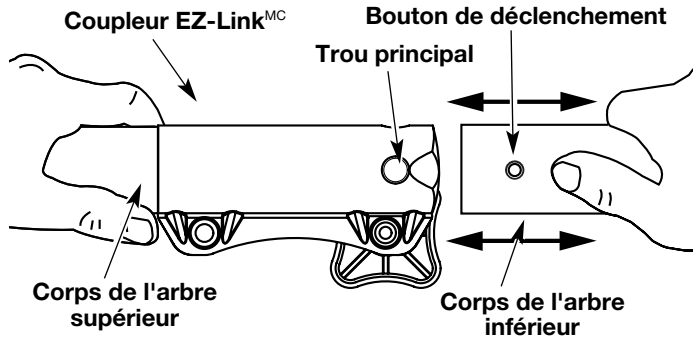

Fig. 15
3. Tenez fermement le corps de l'arbre supérieur et retirez l'accessoire de coupe ou autre du coupleur EZ-LinkMC (Fig. 15).
2. Tenez fermement l'accessoire et enfoncez-le tout droit dans le coupleur EZ-LinkMC (Fig. 15).